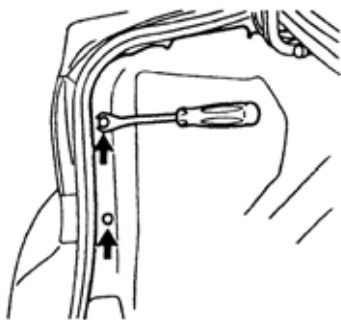

图 9-53
1)拆除行李箱内部装饰条。用扳手拆下 2 个卡钳并拆除左侧行李箱装饰条，如图 9-53 所示。